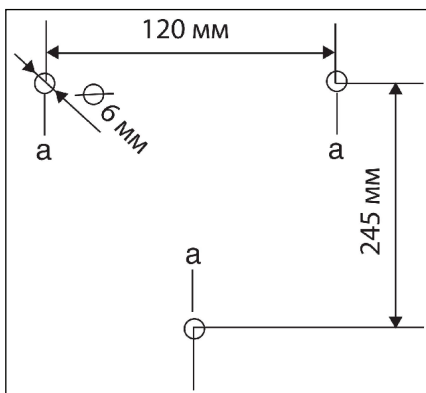

Figura 2
2. Usando l'accluso modello per l'installazione, fare col trapano tre fori da 6mm sulla parete. Inserire i tasselli (Figura 2) nei fori fatti.